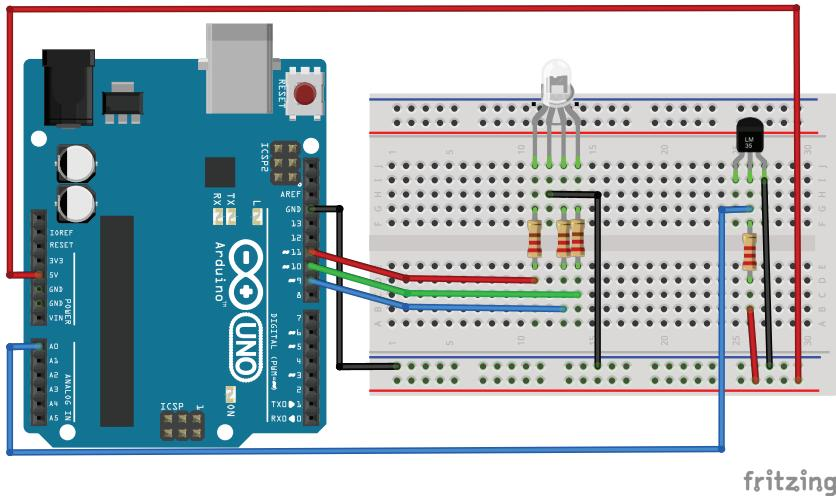

Рис. 14.1. Схема подключения датчика температуры и RGB-светодиода к Arduino
LM335 – это недорогой температурный чувствительный элемент с диапазоном от -40°C до $+100^{\circ}\text{C}$ и точностью в 1°C . По принципу действия датчик LM335 представляет собой стабилитрон, у которого напряжение стабилизации зависит от температуры. При повышении температуры на один градус Кельвина напряжение стабилизации увеличивается на 10 милливольт. Для измерения температуры используются 2 вывода, третий нужен для калибровки датчика. В качестве примера использования датчика LM335 создадим индикатор температуры окружающей среды на RGB-светодиоде. Схема подключения показана на рис. 14.1.
1. Подключаем датчик LM335 и RGB-светодиод по схеме на рис. 14.1.